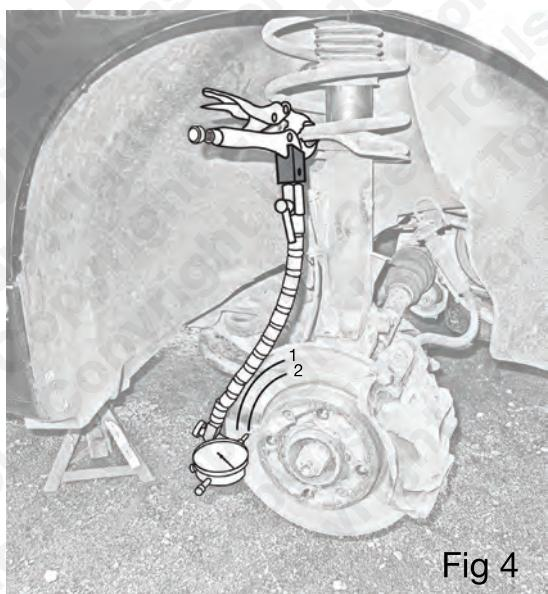

Fig 4
- Para obtener los mejores resultados, las mediciones deben efectuarse en ambos lados del disco y desde **dos** o más curvas diferentes de cada lado del disco. Consulte la **Fig. 4**.